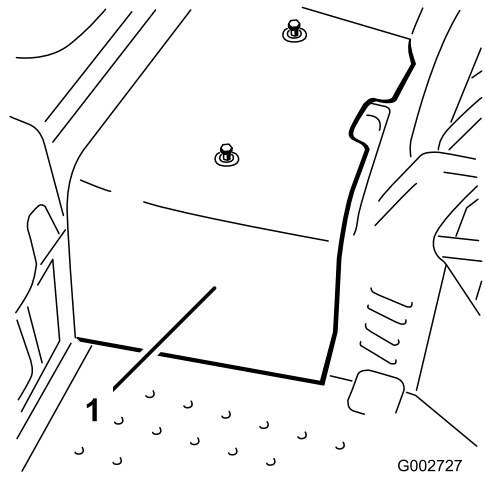

图 35
2. 拧掉将中央护罩固定到机器的 2 个螺丝然后取下护罩图 35。